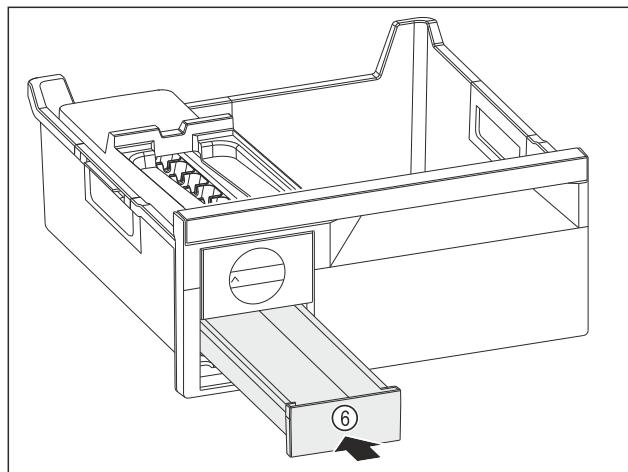

Fig. 111
- Встановіть форму для льоду Fig. 111 (6).